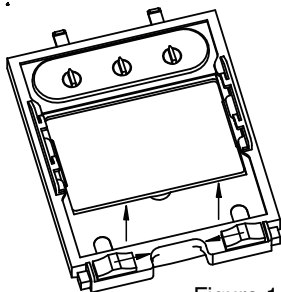
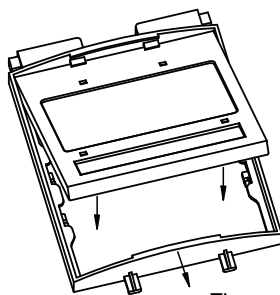

Figure 1
Figure 2
**Changement de la Lentille Transparente Avant :** Changer la lentille protectrice avant si elle est endommagée. Retirer l'ensemble du support de l'ADF d'après les figure 1 ci-dessous. Retirer la lentille protectrice avant de l'ensemble du casque. Retirer avec le plus grand soin le joint de la lentille protectrice. Installer une nouvelle lentille protectrice dans le joint et réassembler le tout sur la coquille du casque. Assurez-vous pour assembler objectif de couverture et garniture dans la coquille de casque la même manière elle a été enlevée.
**Changement de la Cartouche de Teinte :** Retirer l'ensemble du support de l'ADF de la coquille du casque. Voir la Figure 1 pour le retrait en question. Fléchissez l'extrémité supérieure du support de ADF pour tenir compte pour que la cartouche de ADF soit enlevée de l'armature. Installer la nouvelle cartouche ADF sur le cadre, comme l'indique la Figure 2 ci-dessous. Assurez-vous que la cartouche ADF soit correctement insérée dans le support de l'ADF correctement comme montré. Installer le support de l'ADF sur la coquille du casque.